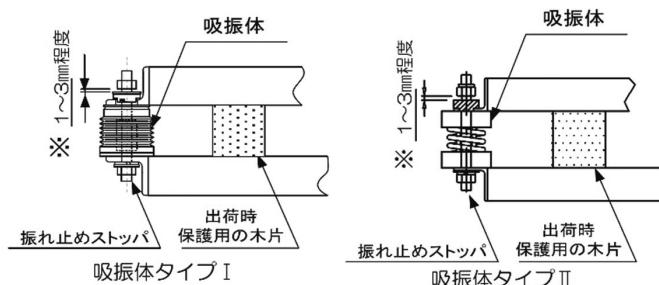

図3-11 吸振体と振れ止めストップ一体タイプ
- 振れ止めストップボルトの図中※印の隙間を確認し、必要に応じて調整してください。(図3-11～13参照)